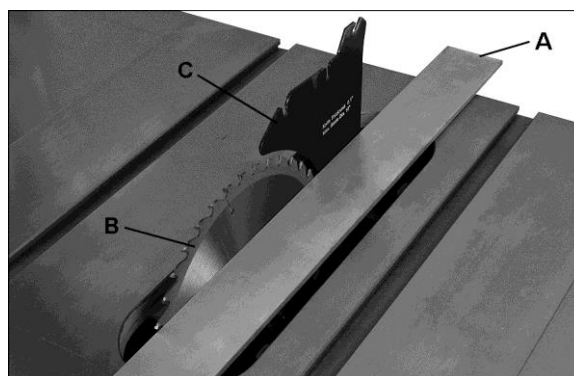

Рис. 20
2. Поместите линейку (см. рис. 20) на столе, так что бы край упирался в пильный диск (В, рис. 20) и расклинивающий нож (С, рис. 20). Поверните пильный диск так, чтобы верхняя часть зуба пильного диска касалась линейки. Пильный диск и расклинивающий нож должны быть на одной линии.